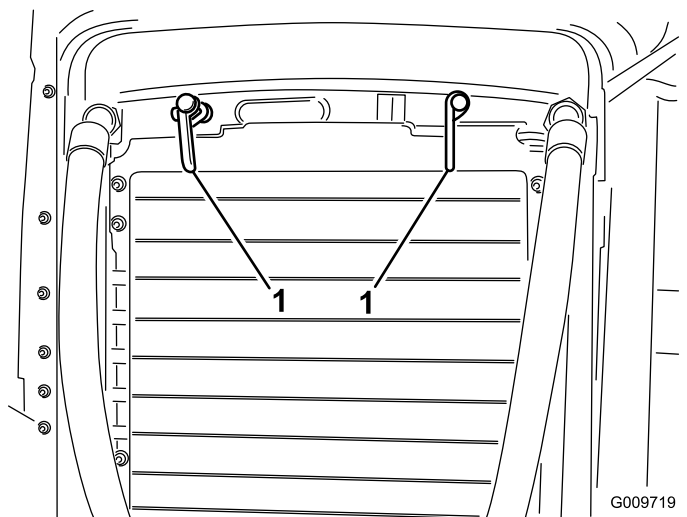

Figura 52
2. Gire los enganches (Figura 52) que sujetan el enfriador de aceite al bastidor.